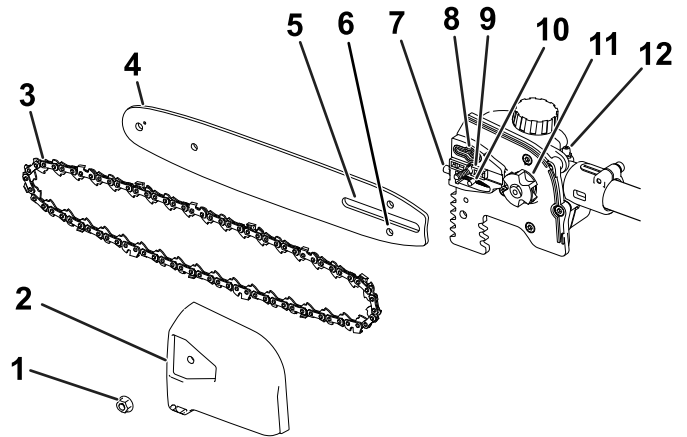

Figura 15
2. Retire la cubierta lateral; gire el tornillo de la cubierta en sentido antihorario hasta que el tornillo quede libre, y luego retire la cubierta lateral (Figura 15).
Importante: Asegúrese de introducir el espárrago de ajuste de la cadena en la ranura del espárrago de ajuste de la cadena de la espada (Figura 15).
Puede ser necesario girar el tornillo tensor de la cadena para poder introducir el espárrago en la ranura de la espada (Figura 15).
7. Compruebe que la salida de aceite (Figura 15) está libre de residuos; limpie la zona si es necesario.
2. Limpie el engrasador con un trapo (Figura 15).